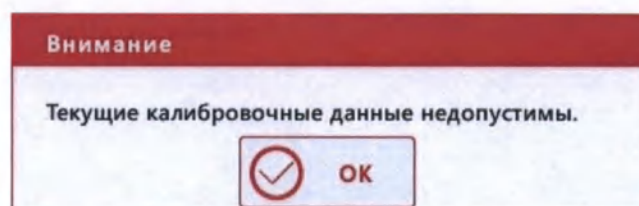

Рис.8.3-2 Окно с сообщением о недействительности текущих результатов измерения
- Если среди результатов окажется параметр, значение которого будет находиться вне диапазона линейности данного параметра, но в пределах диапазона отображения, то измеренное значение данного параметра будет отображаться в списке, но также появится окно сообщения (Рис.8.3-2):